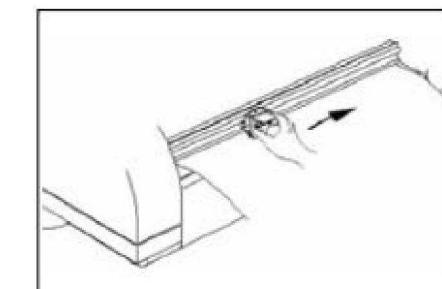

Рис.1
- 1) После процесса ламинации , передвиньте резак к центру места где необходимо сделать разрез. (Рис.1)